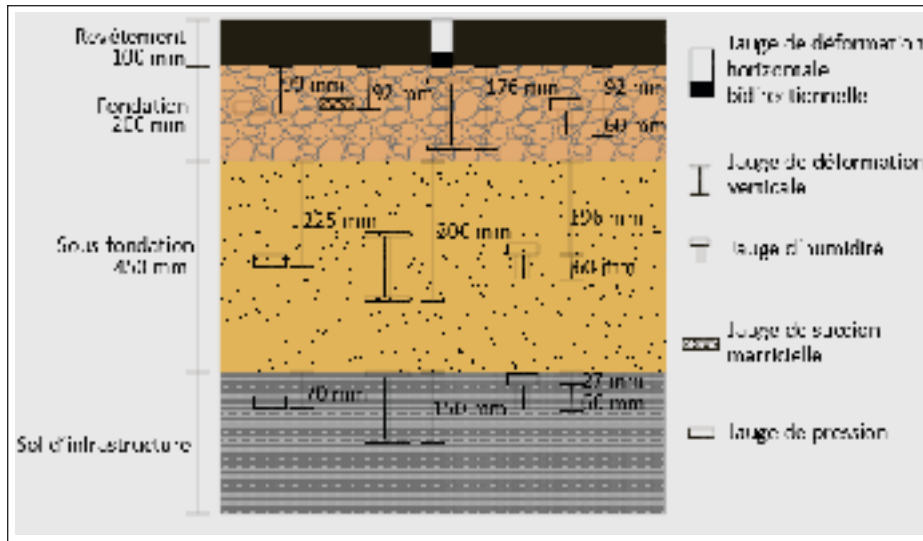
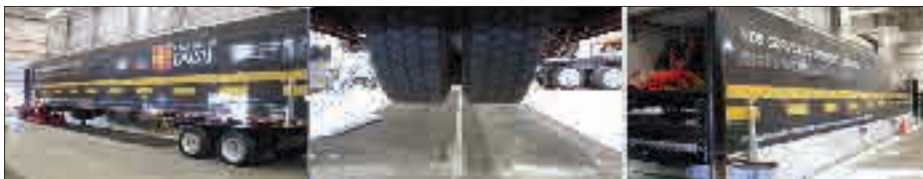

Figure 1 : Fosse d'essai - Stratigraphie et instrumentation.
Figure 2 : Le simulateur de charges lourdes de l'Université Laval.
Afin de minimiser les dommages causés par les charges lourdes sur les chaussées durant la période de dégel, le Ministère des Transports du Québec (MTQ) impose la diminution des charges des véhicules lourds. En utilisant plusieurs méthodes et techniques de mesure, le MTQ réalise le suivi de la progression du gel/dégel dans la chaussée afin de déterminer le début de la période de dégel et par conséquent la période de restriction des charges. Le présent projet de recherche intitulé « Effet des charges sur les chaussées en période de restriction des charges » a pour objectif de développer, en fonction des données recueillies, un outil d'aide à la détermination de la période de restriction des charges durant la période de dégel. De plus, ce projet permet d'améliorer les connaissances sur les mécanismes d'affaiblissement des chaussées au dégel sous les effets de charges lourdes. À cet effet, une section de chaussée a été construite dans la fosse d'essai au laboratoire de géotechnique routière de l'Université Laval selon la stratigraphie présentée à la Figure 1. Le volume de la fosse est de 2x6x2 m³ et un simulateur mobile de charges lourdes, présenté à la Figure 2, est utilisé sur la section de chaussée pour simuler le passage des véhicules. La structure de la chaussée est constituée de 100 mm d'enrobé bitumineux (EB-10), de 200 mm de MG-20 en fondation, de 450 mm de MG-112 en sous-fondation et de 1250 mm de sable silteux (SM) comme sol d'infrastructure. Aussi, la section de la chaussée est instrumentée avec des capteurs permettant de mesurer la déformation verticale dans la couche de fondation, de sous-fondation et dans le sol d'infrastructure. Des capteurs de déformation transversale et longitudinale sont aussi placés à la base du revêtement. En complément, des thermistances ont été installées pour la mesure des températures à différentes profondeurs dans la chaussée. L'instrumentation est présentée à la Figure 1. Finalement, les essais de chargements ont été réalisés avec le simulateur mobile en soumettant la chaussée aux conditions présentées au Tableau 1.